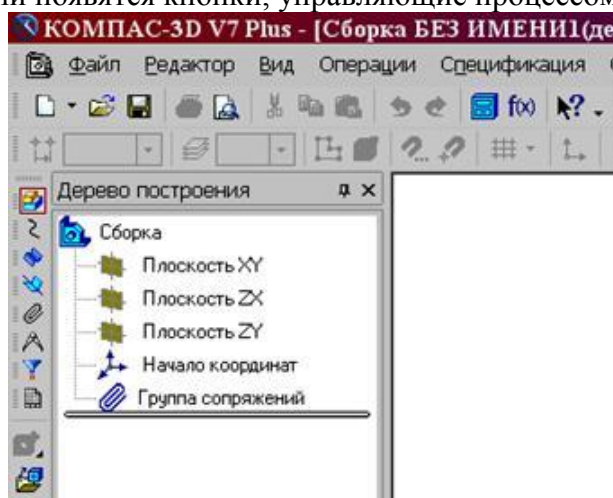

Рис. 4.4 Окно построения сборки
На экране откроется окно нового документа – сборки. В окне сборки находится Дерево построения с системой координат и плоскостями проекций. На инструментальной панели появятся кнопки, управляющие процессом сборки (рис.4.4).
1. Чтобы вывести на экран первую деталь – вал, созданную заранее и сохраненную в памяти компьютера, нужно нажать кнопку Редактирование сборки, а затем выбрать кнопку Добавить из файла (рис.4.4).